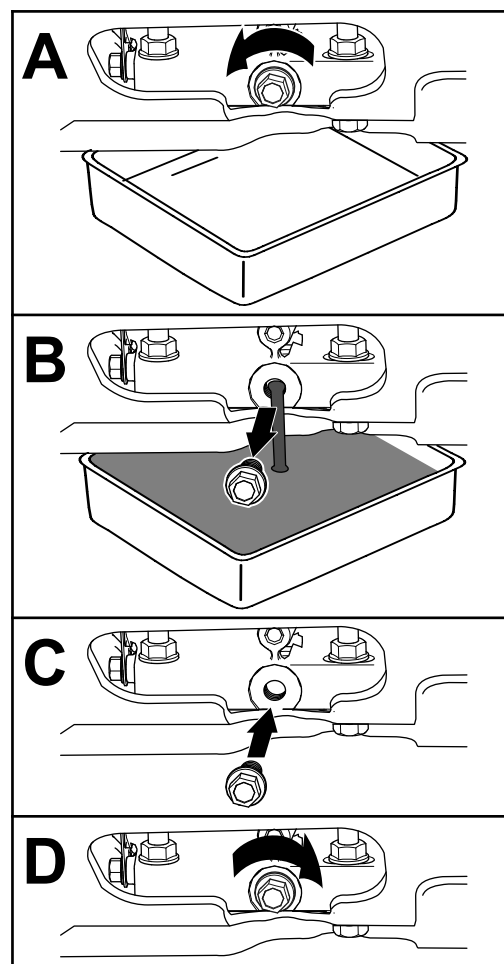

Figure 35
- Vidangez l'huile moteur, comme montré à la Figure 35.